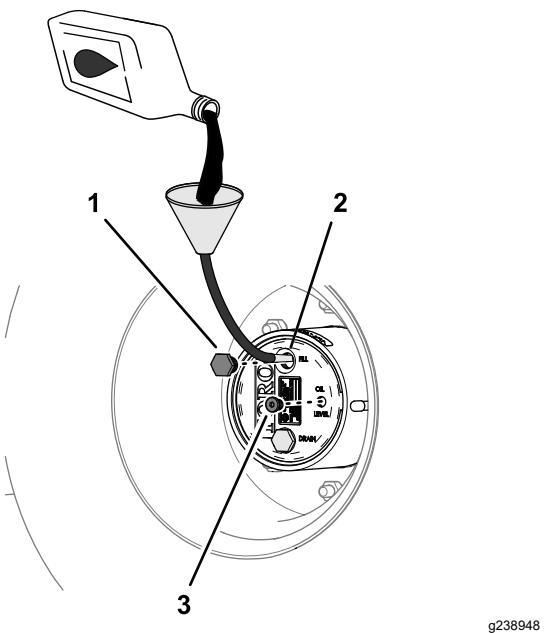

Bild 98
4. Wenn der Ölstand niedrig ist, entfernen Sie die Füllschraube und füllen Sie Öl der angegebenen Sorte ein, bis es aus dem Loch der Prüfschraube ausläuft (Bild 98), siehe Schmiermittelspezifikation für Planetengetriebe (Seite 73).
6. Setzen Sie die Füllschraube und die Prüfschraube ein (Bild 98).
1. Füllen Sie langsam das angegebene Getriebeöl in die Füllöffnung ein, siehe Bild 98 in Prüfen des Ölstands im Planetengetriebe \(Seite 73\).
3. Setzen Sie die Füllschraube und die Ölstandsschraube ein, siehe Bild 98 in Prüfen des Ölstands im Planetengetriebe \(Seite 73\).